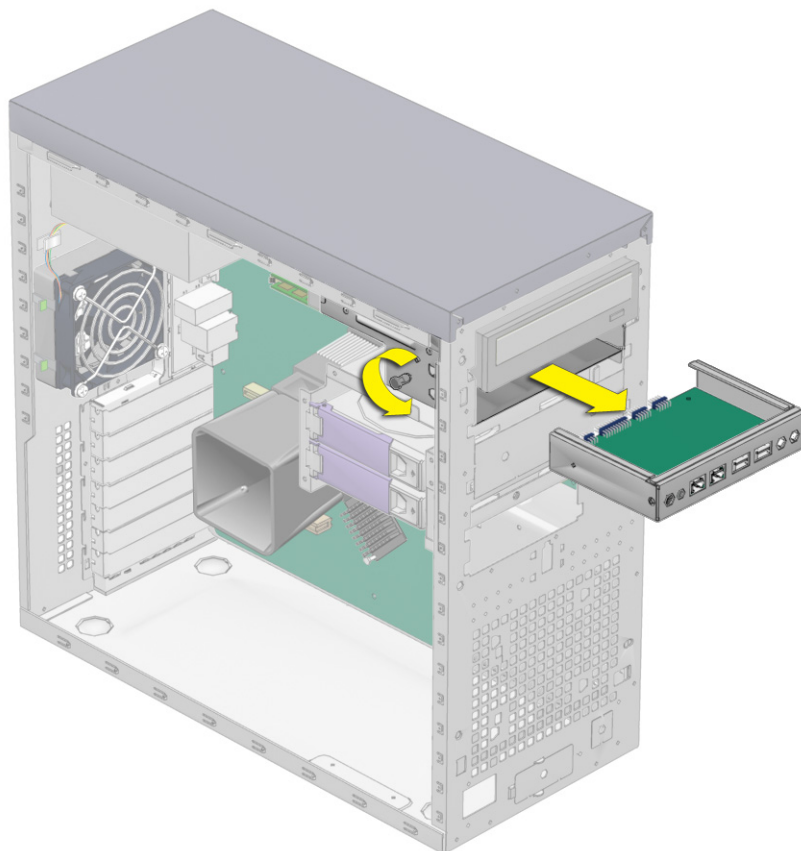

图 4-31 拆卸 I/O 板
6. 旋下将 I/O 板固定到金属框架的紧固螺丝（参见图 4-31）。